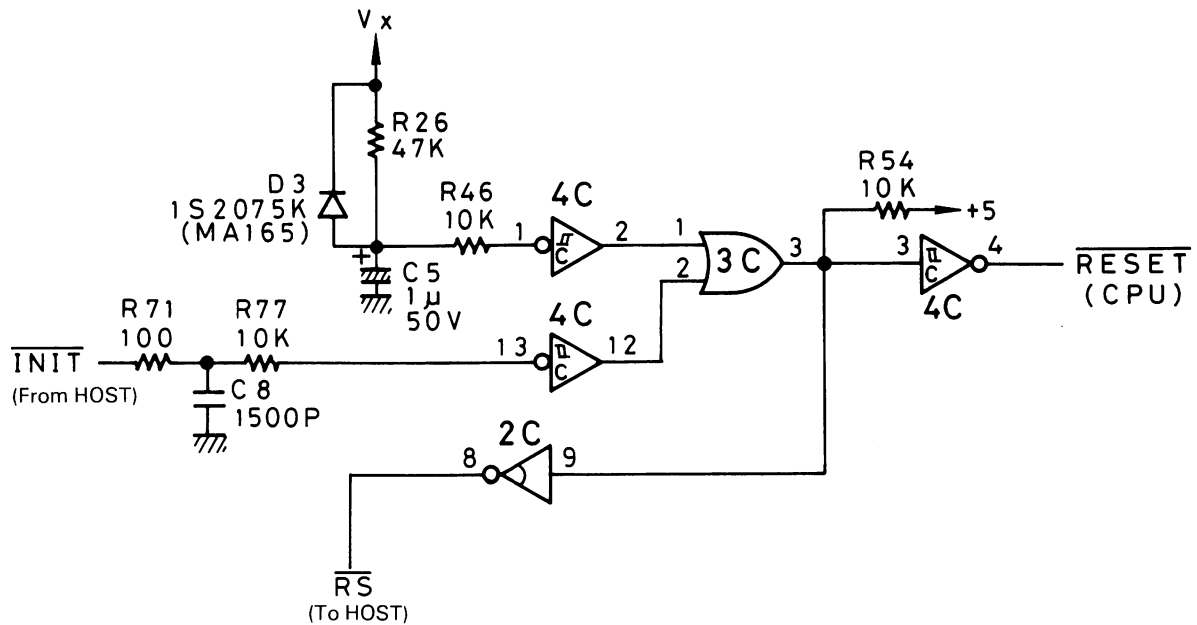

Fig. 2-15. Reset Circuit
2.3.1 Reset Circuit (Fig. 2-15)